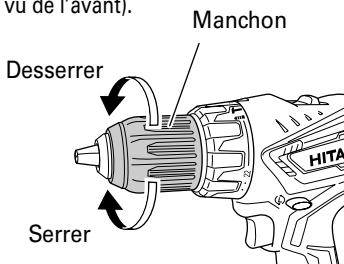

Fig. 9
- (1) Après avoir inséré un foret de tournevis, etc. dans le mandrin sans clé, serrer fermement le manchon en le tournant vers la droite (dans le sens des aiguilles d'une montre, vu de l'avant) (Voir en Fig. 9).